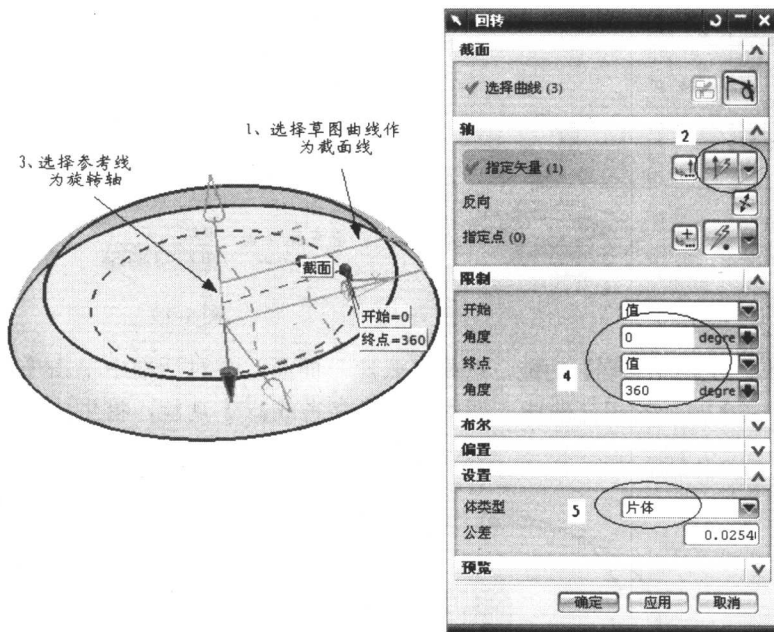

图 1-16
(11) 单击  按钮，退出草图设计界面。
(12) 调用【回转 】功能，选择前面建立的草图曲线作为截面线，选择草图中的参考线直线为旋转轴，生成的类型为“片体”，如图 1-16 所示。